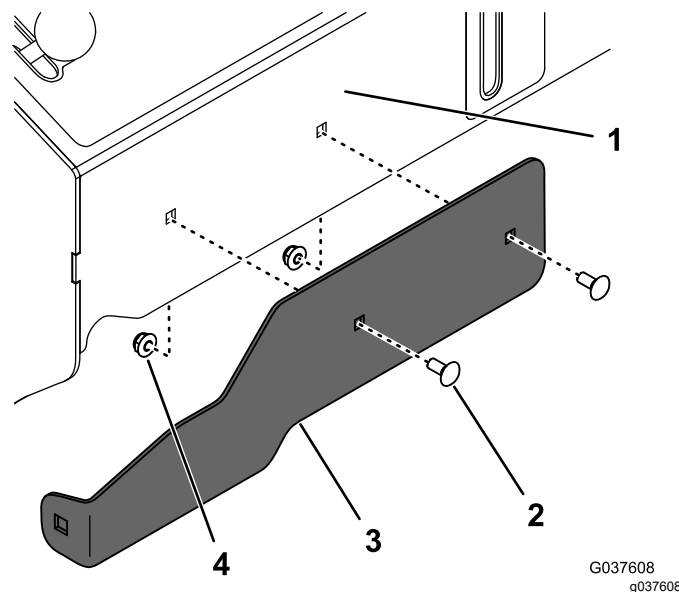

Bild 12
11. Befestigen Sie die vordere Befestigungshalterung mit zwei Schlossschrauben ($\frac{1}{4}$ " x $\frac{5}{8}$ ") und zwei Muttern ($\frac{1}{4}$ ") lose vorne an der Steuersäule, wie in **Bild 12** abgebildet.